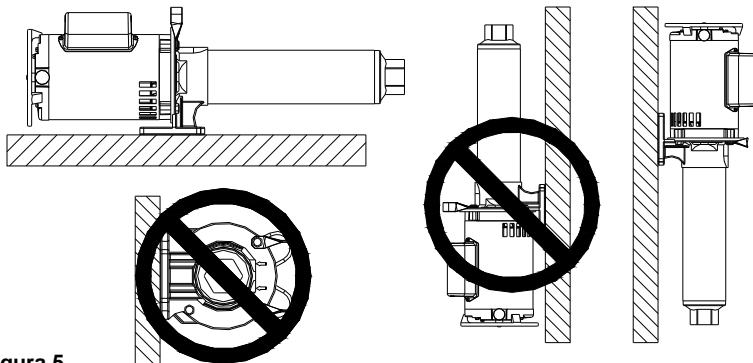

Figura 5
**NOTA:** Monte la bomba en la posición correcta, de lo contrario, dará fallo a la bomba. (vea figura 5).